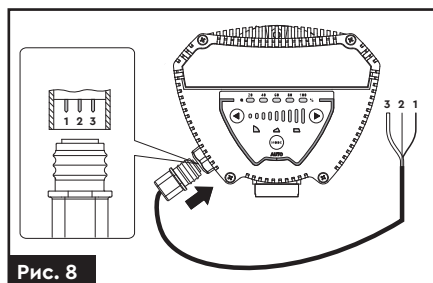

Рис. 8
- 2. Підключіть кабель Mini Superseal до насоса (рис. 8).